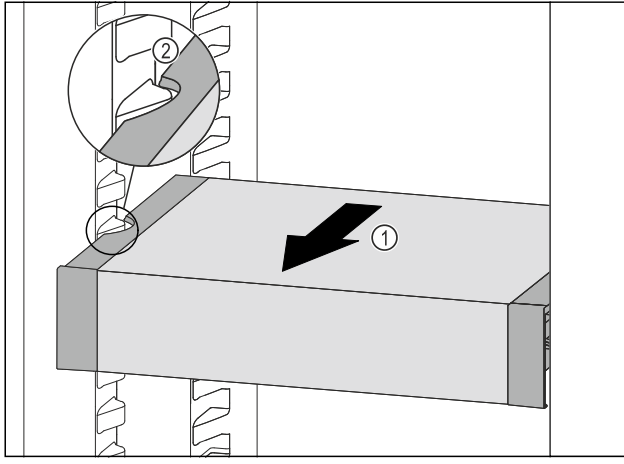

Fig. 108
- VarioSafe çekmecesini, VarioSafe çekmecesinin yandaki boşlukları soğutma bölgesindeki yerleştirme çıkıntıları yüksekliğine gelene kadar Fig. 108 (2) öne doğru çekin Fig. 108 (1).